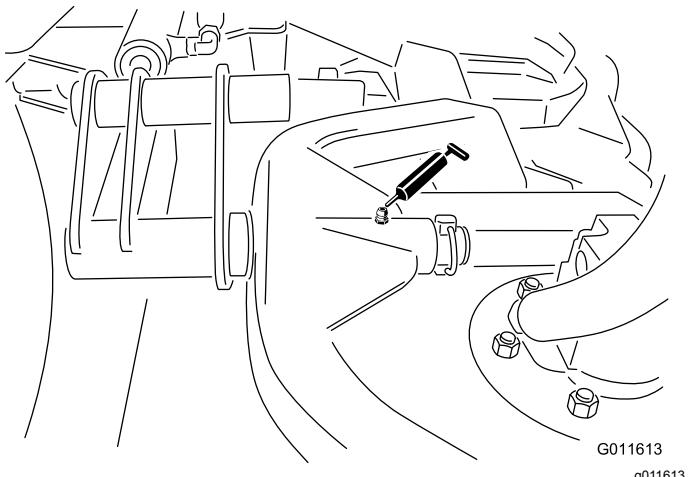

図 45
- カッティングユニットのキャリアフレームのピボット各1 図 45